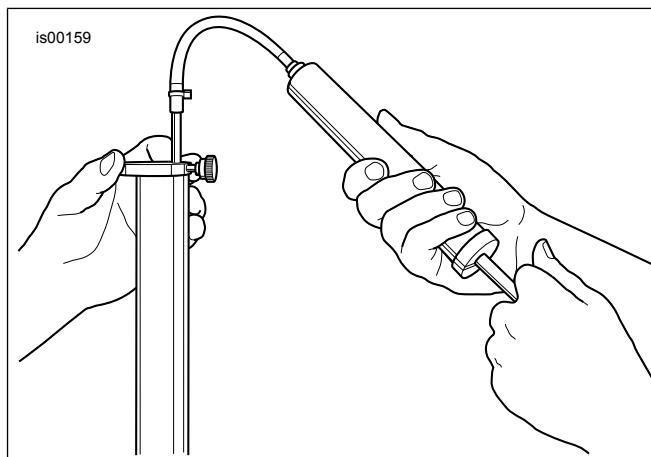

Figura 8. Quite el exceso de aceite de la horquilla (HD-59000B)
- a. Consulte la Figura 8. Ten a mano el indicador de nivel de aceite de la horquilla delantera (HD-59000B).